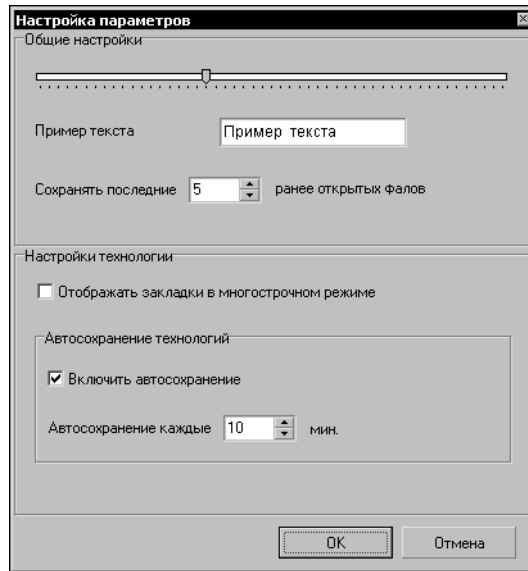

Рис. 15.7. Настройка параметров ТП
2. В открывшемся окне (рис. 15.7) определите параметры: